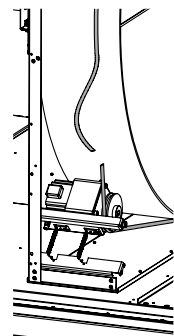

Abb. 14-2
- Zum Austausch des Antriebsriemens gehen Sie wie folgt vor: Den neuen Rundriemen auf die Trommel auflegen, mit einem Stück Klebeband fixieren und durch das drehen der Trommel mit der Hand, den Riemen einfädeln. (siehe Abb. 14-2)